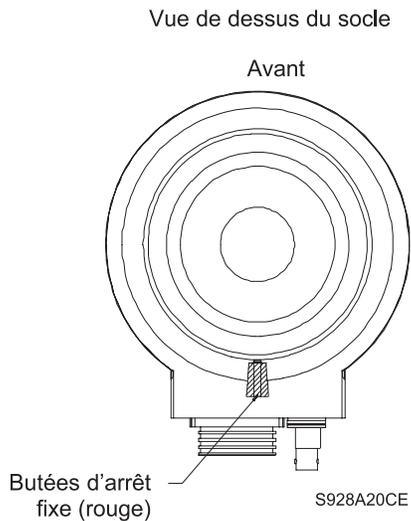

Figure 4 - Plage maximale de balayage horizontal manuel et automatique (modèles 345°)
Les butées de balayage horizontal déterminent la limite du mouvement horizontal manuel. Les deux (2) butées de balayage horizontal réglables peuvent être déplacées et retirées selon vos besoins. La plage maximale de balayage horizontal est illustrée à la **Figure 4**.